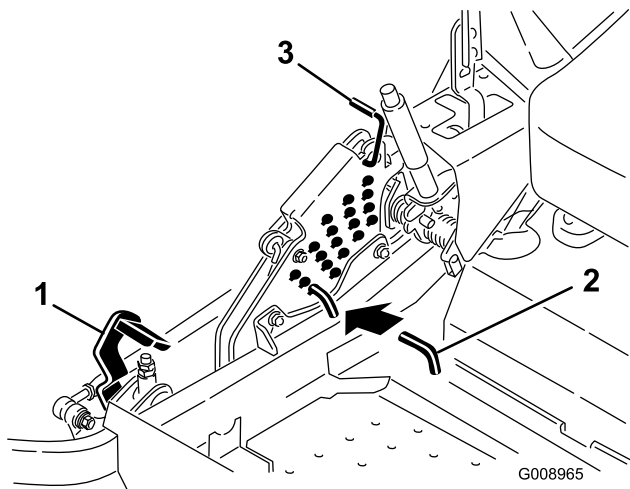

Figura 26
también la posición de altura de corte de 127 mm (Figura 26).
3. Para ajustar la altura de corte, gire el pasador 90 grados y retire el pasador del soporte de altura de corte (Figura 26).
4. Seleccione el taladro del soporte de altura de corte que corresponde a la altura de corte deseada, e inserte el pasador (Figura 26).